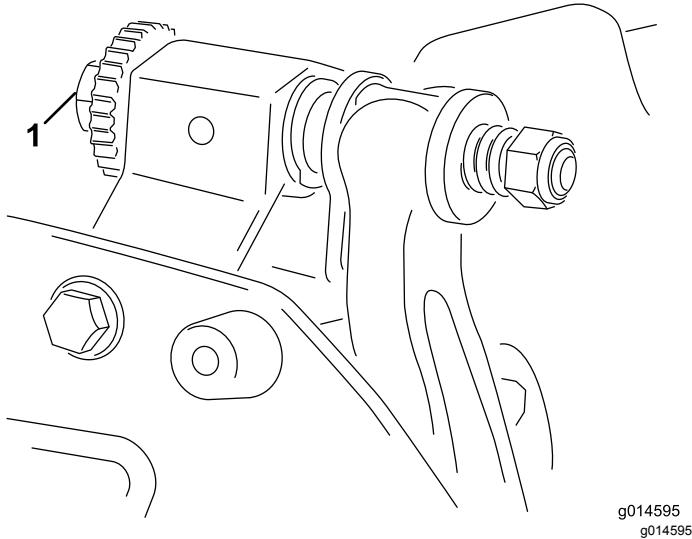

Figura 8
- A. Ruotate le viti di regolazione della barra di appoggio in senso orario (**Figura 8**), uno scatto alla volta, fino ad avvertire e udire un leggero contatto.
6. Ruotate la vite di regolazione della barra di appoggio destra (**Figura 8**) fino a quando non